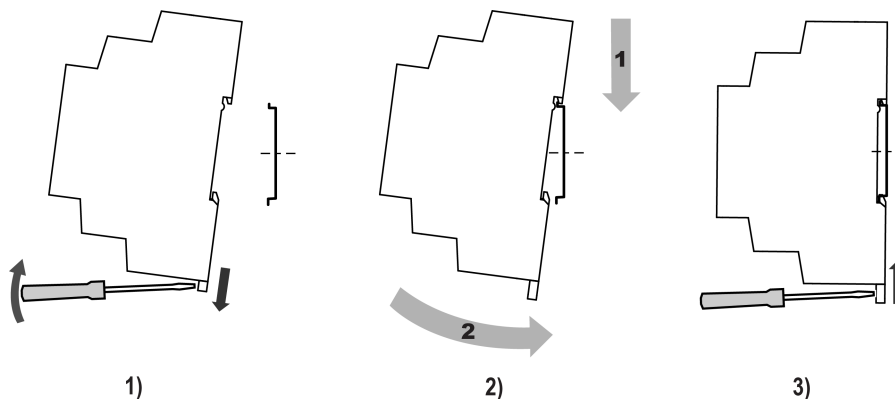

Рисунок 5.2 – Монтаж пристрою
2. Вставивши викрутку у вушко, відтягнути защіпку (див. рисунок 5.2, 1). Пристрій установити на DIN-рейку.
3. Пристрій притиснути до DIN-рейки (див. рисунок 5.2, 2, стрілки 1 і 2). Викруткою повернути защіпку у початкове положення.